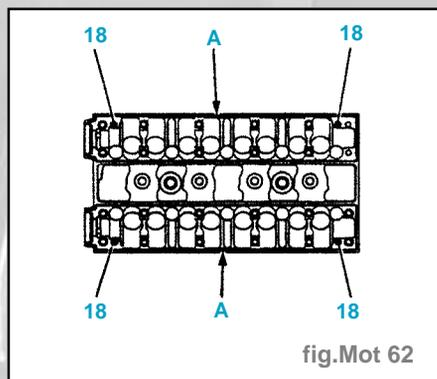

fig. Mot 62
- Vérifier la présence des goupilles (18) (fig. Mot. 62).